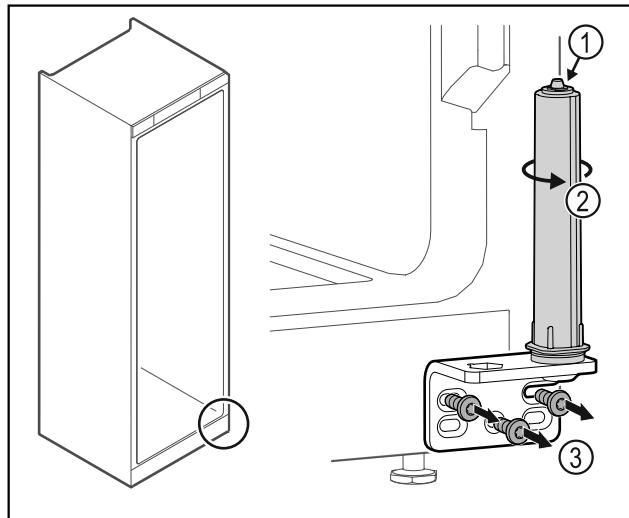

Fig. 34
- Nu dezasamblați sistemul de închidere al ușii Fig. 34 (1).
- ▶ Rotiți Fig. 34 (2) sistemul de închidere, până când face clic.
- ▶ Deșurubați Fig. 34 (3) colțarul balamalei.